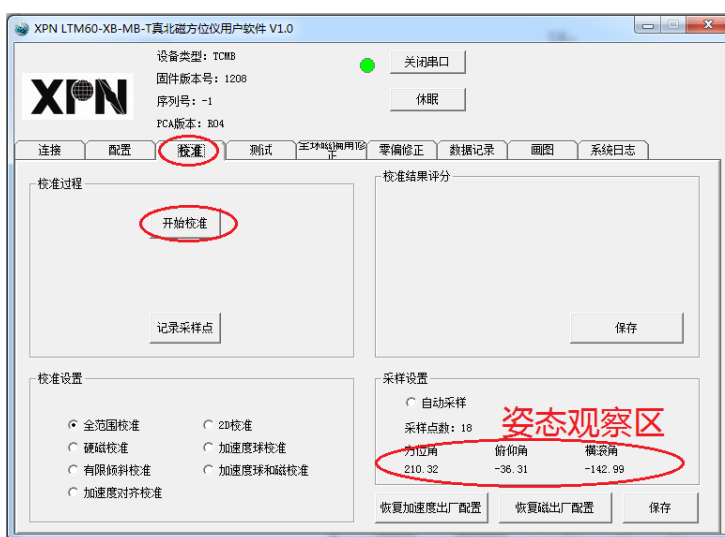

图 5-3-2
(2) 切换至“校准”页面。
(3) 点击“开始校准”按钮启动校准，成功后按钮下方会显示数字 1，表示将要采集第 1 个校准数据，界面如图 5-3-2。姿态观察区可以实时反馈磁方位仪姿态。